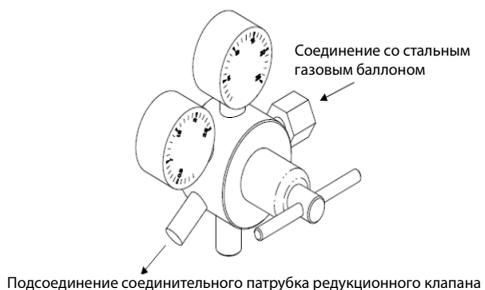

Рис. 4-2 Подсоединение редукционного клапана
2. Подсоедините соответствующее соединение редукционного клапана к выпускному отверстию стального газового баллона. Затяните соединение с усилием около 29,4 Н·м (3 кгс·м). См. Рис. 4-2.